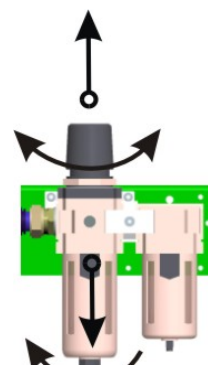

Рис. 5
9.4. Замена фильтровального вкладыша фильтра (если входит в изделие) (Рис. 5)
9.5. Настройка давления на выходе с помощью регулятора давления (если входит в изделие) (Рис. 5)
| Замена фильтровального вкладыша фильтра регулятора | Рис.5 | 1 раз в год 1 |